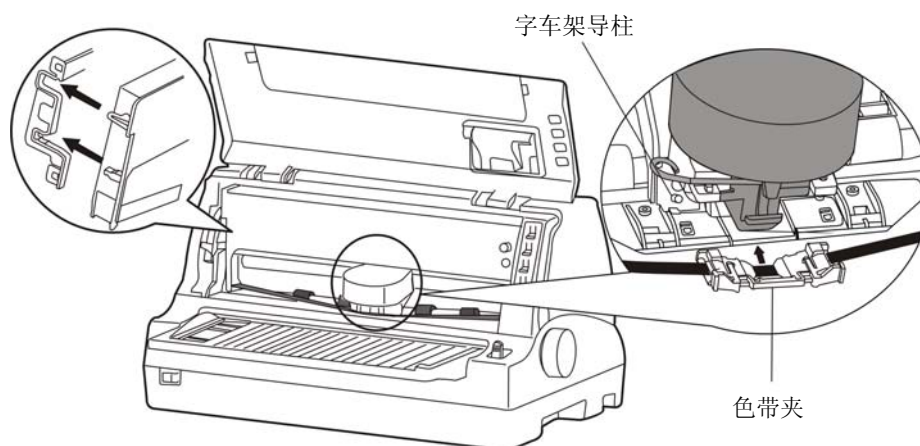

图 2-10 安装色带盒
5. 抓住色带盒的两边，如图 2-10 所示，使色带盒两边的卡扣对准打印机两侧的安装槽，稍用力向前推进，直到完全卡到位。然后将色带夹上的两个圆孔对准字车架上的两个导柱，按压到位。
6. 确保色带芯无皱折，再按照色带盒上箭头方向，转动色带盒旋钮，绷紧色带芯（如图 2-10 所示）。